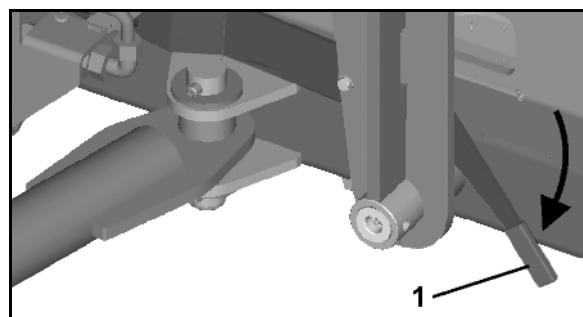

Рис. 102
- Разблокируйте фиксатор консоли в сложенном виде (Рис. 102/1).